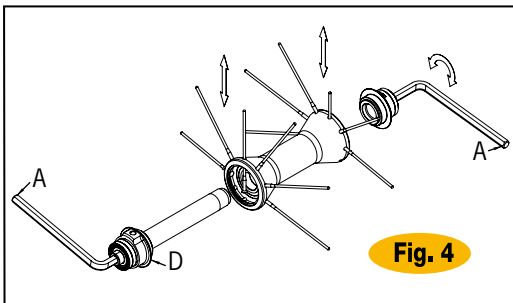

Fig. 4
- Introduzcan dos llaves Allen (A) en las tuercas de tope en los extremos de los bujes. Gírenlas en sentido **antihorario**.
- Extraigan el radio a sustituir e introduzcan el radio nuevo, (Fig.4). Si es necesario, introduzcan el perno en el cuerpo del buje y bloqueen firmemente la tuerca de tope móvil con un par de 15 Nm.